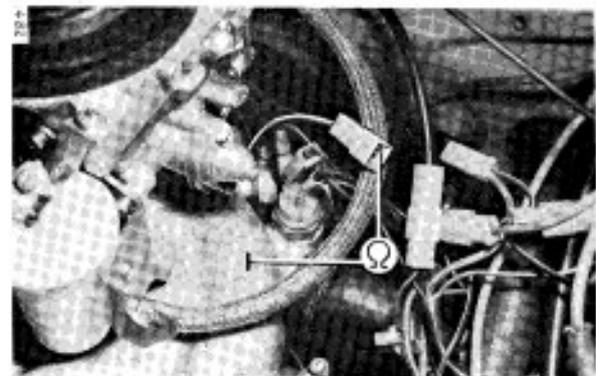

Bild 5 Beispiel Polo
3.2 Ansaugrohrvorwärmer (Bild 5)